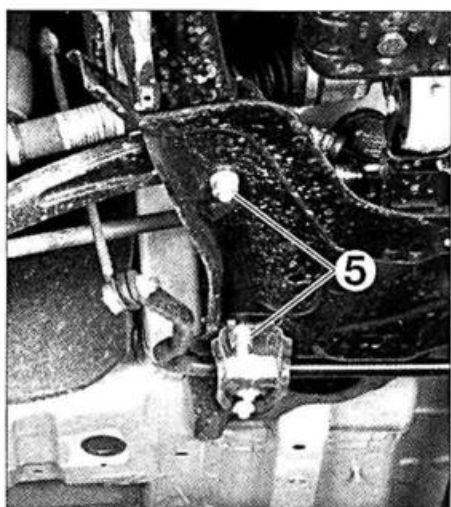

FIG. 11
- Desmontar las tuercas (5) (fig. 11).